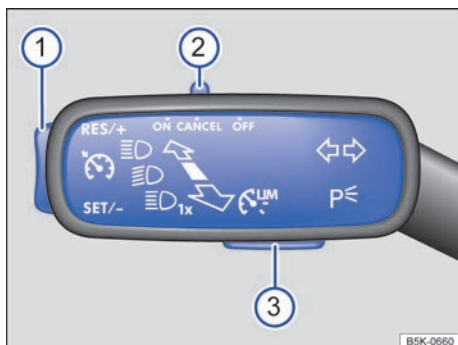

Fig. 124 En el lado izquierdo de la columna de dirección: mando y teclas para manejar el limitador de velocidad.
- Desplace el mando → fig. 124 ② a la posición **ON**.